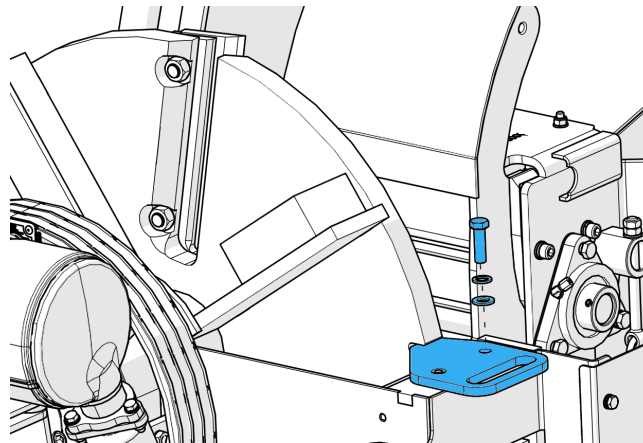

Figure 59 - Installation de l'outil de blocage du volant.
6. Tourner le volant moteur jusqu'à qu'il se positionne de verrouillage. (Figure 59).
7. Insérer l'outil de blocage de volant dans la rainure sur le volant. La rainure devient visible dès que la roue est dans la position correcte. (Figure 59).